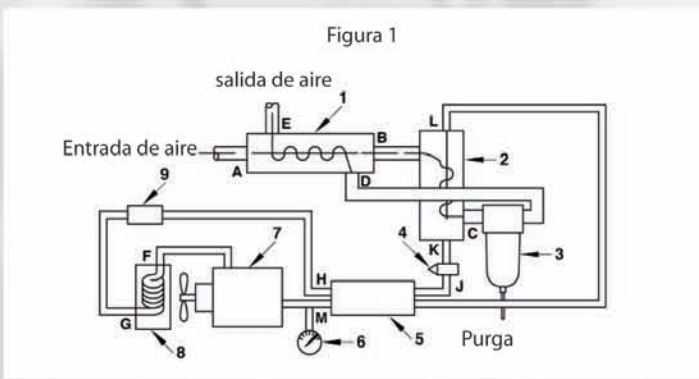

Figura 1
El aire frío sale del separador e ingresa al intercambiador de calor aire-aire en donde enfria el aire tibio que entra. Las temperaturas típicas en el circuito del aire son las siguientes, de acuerdo al orden de secuencia en la figura 1:
El compresor (7) en la figura 1 comprime el vapor de refrigerante a alta presión. El vapor después fluye a través del condensador (8) y es enfriado, cambiando a estado líquido; después de esto es filtrado, y cualquier rastro de humedad o contaminante que pudiera haber sido introducido durante la carga del compresor con refrigerante, es removido por el filtro-secador (9). El intercambiador de calor refrigerante-refrigerante (5) enfria el líquido aún más. La válvula de expansión (4) baja la presión hasta que se forma una mezcla de vapor-líquido, a una temperatura entre 1 y 3 °C. Se mantiene a esta presión y se calienta mientras fluye hacia el evaporador (2), absorbiendo calor del aire que comienza a ser secado.